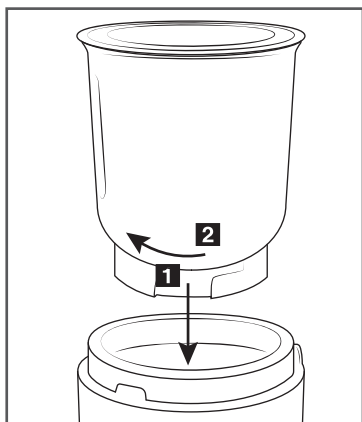

Abb. 1
- 3) Befüllen Sie den gewählten Behälter ③/④ mit den zu verarbeitenden Lebensmitteln. Beachten Sie dabei die MAX- und die MIN-Markierungen.
- 4) Setzen Sie den Deckel ② auf den Behälter ③/④ und drücken Sie diesen herunter, so dass er festsitzt. Der Deckel ② verhindert das Herausschleudern der Lebensmittel während der Verarbeitung.
- 5) Setzen Sie den Behälter ③/④ in den Motorblock ⑤: Achten Sie darauf, dass die Arretierungen im Inneren des Motorblocks ⑤ in die Aussparungen am Sockel des Behälters ③/④ gleiten (siehe Abb.1/①).
- 6) Drehen Sie den Behälter ③/④, so dass die Arretierungen im Inneren des Motorblocks ⑤ weiter in die Schiene rutschen (Richtung ①) und der Behälter ③/④ arretiert wird (siehe Abb.1/②).
- 8) Setzen Sie die Sicherheitshaube ① auf den Motorblock ⑤.
- 9) Das Gerät ist mit einem Impulsschalter ausgestattet: Drücken Sie die Sicherheitshaube ① nach unten, um das Gerät zu starten.
**① Hinweis**
**① ACHTUNG!**
- 10) Um das Gerät zu stoppen, lassen Sie die Sicherheitshaube ① los.
- 12) Nehmen Sie die Sicherheitshaube ① ab.